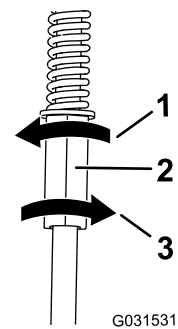

Bild 58
4. Drehen Sie die linke Schaltstange um Vierteldrehungen, bis die Spur der Maschine gerade ist (**Bild 58**).